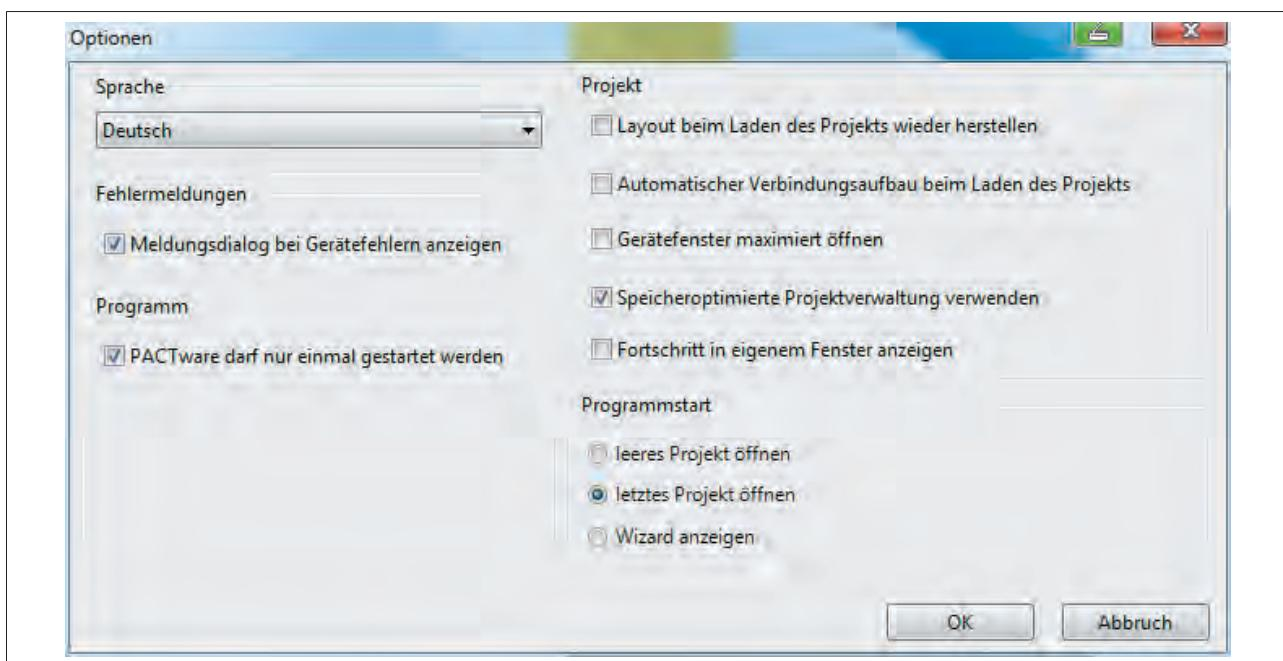

Bild 17: PACTware - Optionen
**!** Unter dem PACTware Menü „Extras / Optionen“ kann im Bereich „Programmstart“ eingestellt werden, ob das letzte Projekt beim Programmstart geöffnet werden soll (siehe „Bild 17: PACTware - Optionen“).